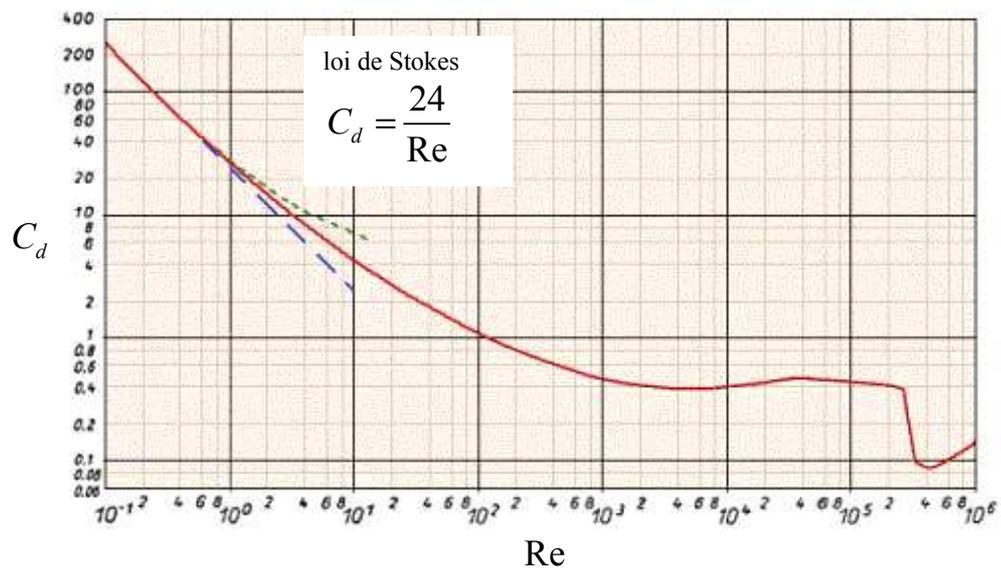

Figure 6 : variation du coefficient de traînée avec le nombre de Reynolds particulaire.
- la relation entre le coefficient de traînée  $C_d = F / (\frac{1}{2}\pi a^2 \rho_f u^2)$  en fonction du nombre de Reynolds particulaire  $Re_p = 2\rho_f a u / \mu$  d'une sphère de rayon  $a$  est précisée à la figure 6. Voir aussi le cours.